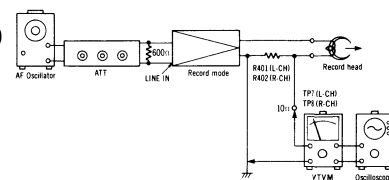

Fig. 17
E Courant d'enregistrement Condition: * Position lecture Equipement: * Voltmètre électronique * Oscilloscope * Générateur AF * Atténuateur	1. Branchez les appareils comme ci-dessous (Voir fig. 17). 2. Arrêtez les oscillations de polarisation en dessoudant le point de jonction (C) pour le courant de polarisation ON ou OFF comme indiqué fig. 16. 3. Alimenter d'un kHz (-24dB) et réglez le ATT de telle façon que le niveau de contrôle à la "LINE OUT" devienne 0,65V. 4. Mesurez le voltage et calculez alors le courant d'enregistrement par la formule donnée ci-dessous: $\text{Courant d'enregistrement} = \frac{\text{Tension lue sur voltm. élec (V)}}{10(\Omega)}$ Valeur normale: Autour de $230\mu\text{A}$ (position Metal), Autour de $180\mu\text{A}$ (position CrO_2), Autour de $150\mu\text{A}$ (position Fe-Cr), Autour de $150\mu\text{A}$ (position Normal) 5. Si la valeur mesurée n'est pas correct, réglez les VR suivants: Position Metal ...VR205 (L-CH), VR206 (R-CH) Position CrO_2 ...VR207 (L-CH), VR208 (R-CH) Position Fe-Cr ...VR209 (L-CH), VR210 (R-CH) Position Normal...VR211 (L-CH), VR212 (R-CH)
I Gain global Condition: * Positions enregistrement/lecture * Commande de niveau LINE IN...MAX * Commande de niveau de Sortie...MAX * Niveaux d'entrée normaux MIC -72 $\pm$ 4dB LINE IN -24 $\pm$ 3dB DIN -41 $\pm$ 3dB Equipement: * Générateur AF * Voltmètre électronique * Atténuateur * Oscilloscope * Bande étalon vierge ...QZZCRA pour type de bande normale ...QZZCRX pour CrO_2 ...QZZCRY pour Fe-Cr ...QZZCRZ pour Metal	1. Branchez les appareils comme sur la fig. 17. 2. Appliquez un signal à 1kHz (-24dB) du générateur vers l'atténuateur, à l'entrée LINE IN. 3. Réglez l'atténuateur pour que le niveau de sortie sur LINE OUT soit de 0,65V. 4. Faites un enregistrement avec la bande normale. 5. Lisez la bande ainsi enregistrée, et vérifiez le niveau de sortie sur le voltmètre électronique branché sur la sortie LINE OUT de 0,65V. 6. Si la valeur mesurée n'est pas correct, réglez VR205 (L-CH), VR206 (R-CH), VR207 (L-CH), VR208 (R-CH), VR209 (L-CH), VR210 (R-CH), VR211 (L-CH), VR212 (R-CH). 7. Recommencez à partir du palier (2).
E Aufnahmestrom Bedingung: * Aufnahme Meßgerät: * Röhrenvoltmeter * NF-Generator * Abschwächer	1. Den Meßaufbau zeigt Fig. 17 2. Vormagnetisierung durch Lötlöten der Anschlußstelle (C) für Vormagnetisierungsstrom ON oder OFF in Fig. 16. 3. 1kHz-Signal (-24dB) zuführen und ATT abgleichen, bis Monitorpegel an LINE OUT 0,65V ist. 4. Spannung messen und dann Aufnahmestrom nach folgender Formel berechnen. $\text{Aufnahmestrom} = \frac{\text{Spannung am Röhrenvoltmeter (V)}}{10 \text{ (Ohm)}}$ 5. Falls der gemessene Wert nicht der Toleranz liegt, die folgenden VR abgleichen. Metal position ...VR205 (L-CH), VR206 (R-CH) CrO₂ positionVR207 (L-CH), VR208 (R-CH) Fe-Cr position ...VR209 (L-CH), VR210 (R-CH) Normal position...VR211 (L-CH), VR212 (R-CH) NORMALWERT: Ungefähr 230µA (Metal position) Ungefähr 180µA (CrO₂ position) Ungefähr 150µA (Fe-Cr position) Ungefähr 150µA (Normal position)
㊦ Recording current Condition: * Record mode Equipment: * VTVM * Oscilloscope * AF oscillator * ATT	- Test equipment connection is shown in fig. 17. - Stop bias oscillation by unsoldering the connection point (C) for bias current ON or OFF in fig. 16. - Supply 1 kHz signal (−24 dB) and adjust ATT until monitor level at LINE OUT becomes 0.65 V. - Measure voltage and then calculate recording current by formula given below. $\text{Recording current} = \frac{\text{Value read on VTVM (V)}}{10 (\Omega)}$ Standard value: around 230μA (Metal position), around 180μA (CrO₂ position), around 150μA (Fe-Cr position), around 150μA (Normal position) - If the measured value is not within standard, adjust the following VR. - Metal position VR205 (L-CH), VR206 (R-CH) - CrO₂ position VR207 (L-CH), VR208 (R-CH) - Fe-Cr position VR209 (L-CH), VR210 (R-CH) - Normal position VR211 (L-CH), VR212 (R-CH)